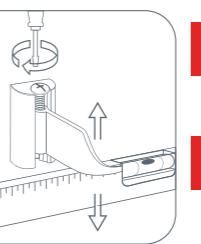

рис. 4
**!** Для того, чтобы идеально ровно смонтировать радиатор на стену, используйте оригинальные регулируемые кронштейны Royal Thermo (рис. 4).